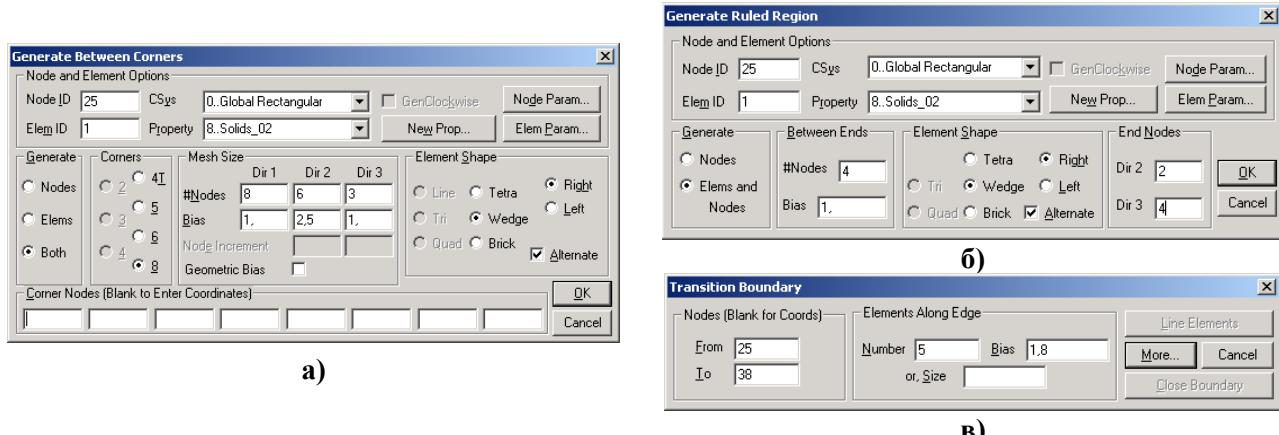

Рис.3.16. Характерний вигляд діалогових панелей створення СЕ:
- **Mesh→Between...** (між кутовими вузлами): одновимірна (між двома), двовимірна (між трьома або чотирма) чи тривимірна (між 4...8 вузлами) СЕС *першого* порядку апроксимації. СЕ створюються на основі параметричного описання ліній, поверхні або об’єму. Викликається діалогова панель „**Generate Between Corners**” (див. рис.3.16-а). На ній у секції „**Node and Element Options**” окрім вже відомих є опція „**GenClockwise**” (генерувати вузли за часовою стрілкою – для циліндричної та сферичної систем координат); у секції „**Generate**” потрібно вказати, що створювати: вузли, СЕ (якщо вузли вже є) або одночасно вузли та СЕ (**Both**); у секції „**Corners**” – кількість опорних вузлів; у секції „**Mesh Size**” – кількість вузлів (#**Nodes**) та параметри (**Bias**) збільшення розмірів СЕ (тут напрямок **Dir1** – від 1-го до 2-го вузла), а також можна встановити опцію „**Geometric Bias**” (геометрична пропорція). Якщо створюються тільки СЕ (вузли вже є), то потрібно буде вказати перший вузол (**First Corner Node**), прирощення номерів (**Node Increment**) та їх кількість (#**Nodes**). Форма СЕ залежить
- **Mesh→Region...** (між двох груп вузлів, що протистоять, причому групи мають **однакову** кількість вузлів): спочатку обираються вузли 1-ої групи, потім (у тому же порядку!) – 2-ої. З’являється діалогова панель „**Generate Ruled Region**” (див. рис.3.16-б), на якій вводяться необхідні дані. **Увага:** значення у полях „**Dir 2**” та „**Dir 3**” (коли вони активні) повинні дорівнювати кількості вузлів у цих напрямках. У результаті простір між групами вузлів заповнюється СЕ обраного типу, *першого* порядку апроксимації. СЕ створюються на основі параметричного описання лінії, поверхні або об’єму. **#Nodes** – кількість вузлів у напрямку від однієї групи вузлів до другої, включаючи вузли цих груп (тобто на один більше, ніж буде створено СЕ у цьому напрямку);
- **Mesh→Transition...** (створення нерегулярної двовимірної СЕС на основі 3-ох або 4-ох кутових вузлів та розмітки контуру): на діалоговій панелі „**Transition Boundary**” (див. рис.3.16-в), вказуються початковий (**From**) та кінцевий (**To**) кути (вузли) майбутнього контуру, кількість СЕ вздовж (прямої) лінії контуру, коефіцієнт збільшення розміру СЕ (**Bias**) або орієнтовний розмір СЕ (**Size**). Подається команда продовження (кнопкою „**More...**”) або, на заключному етапі, – „закриття” контуру „**Close Boundary**” (стає активною на третьому контурі). З’явиться діалогова панель „**Generate Property Mesh**”, де призначається або обирається „**Property**” СЕ. **Увага:** якщо цією процедурою СЕ додаються у вже існуючу СЕС, то на стику виникають вузли, „що співпадають”, їх потрібно об’єднати аналогічно розглянутому у Розділі 2.2.6.3. для точок (команда **Tools→Check Coincident Nodes...**).